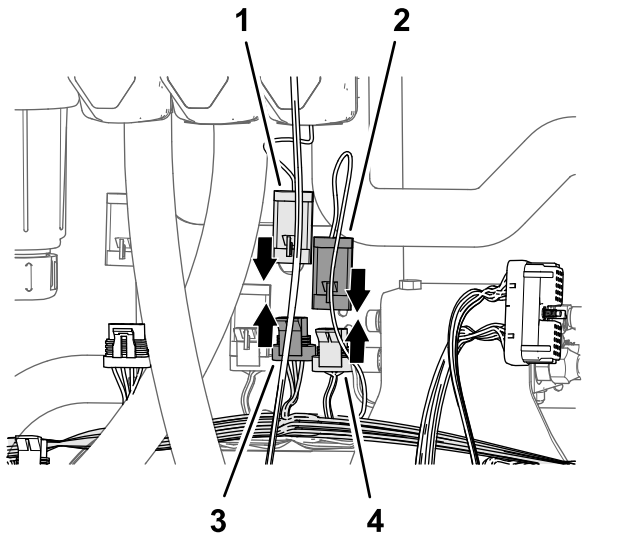

图86
2. 将标有主阀的 89cm 套件线束支管的 3 针接头接入标有主喷洒阀的机器线束 3 插槽接头图86。
3. 将主喷洒阀致动器的 3 针接头接入标有主阀的 89cm 套件线束支管的 3 插槽接头图86。